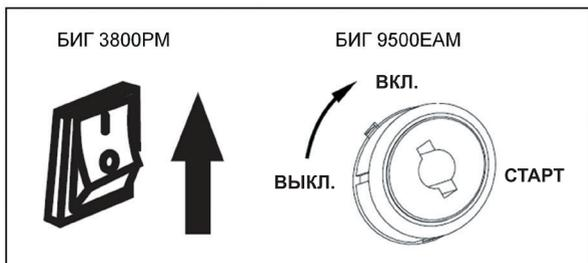

Рис. 12
3. Выключатель зажигания переведите в положение «ВКЛ» (рис. 12)